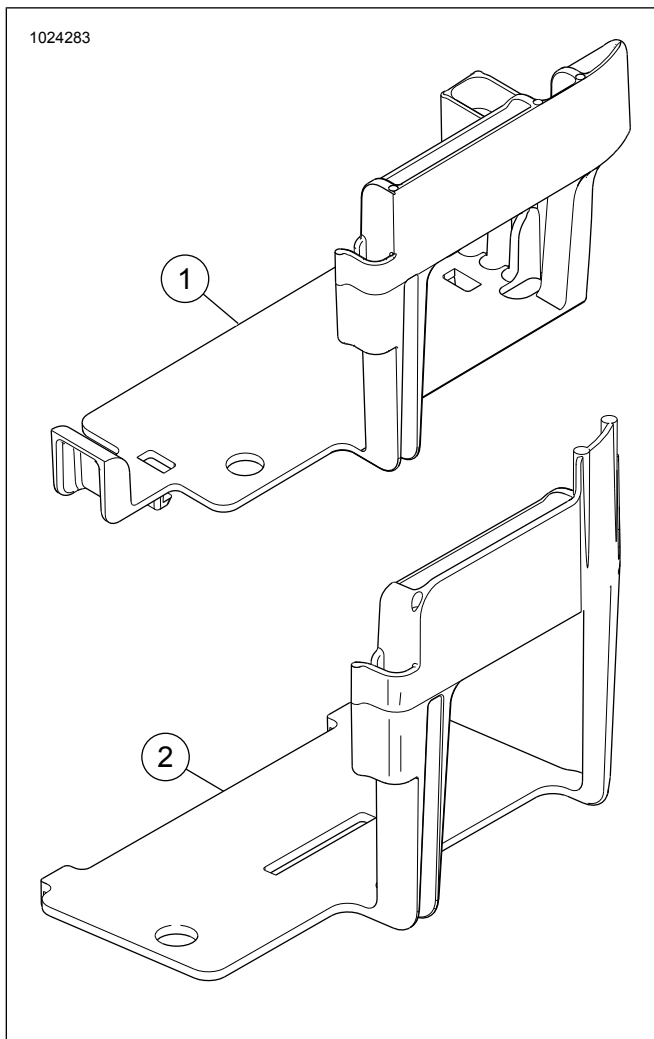

Figura 27. Pannello contenitore della batteria Softail non modificato
4. Vedere Figura 27. Rimuovere il pannello contenitore della batteria. Vedere il manuale di manutenzione.